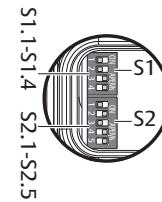

Bild 5: DIP-brytare S2
- Ställ DIP-brytaren S2.5 i önskat läge. Se → Bild 5.